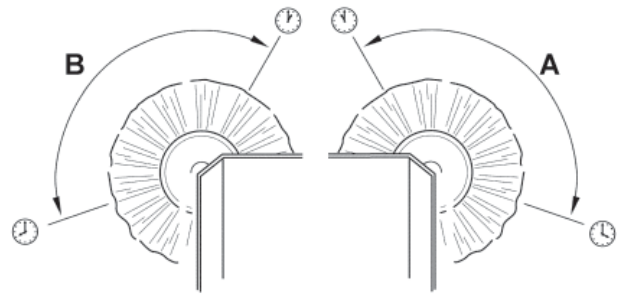
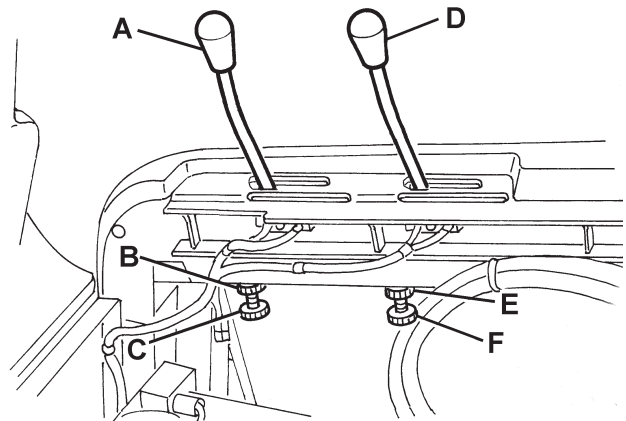

Abbildung 9
Abbildung 10
- Prüfen, ob die Seitenbesenspuren hinsichtlich Ausdehnung und Ausrichtung der Abbildung (A und B, Abb. 9) entsprechen.
2. Feststellbremse mit dem Pedal (82) und dem Hebel (75) betätigen.
3. Zündschlüssel (69) in Stellung 0 drehen.
4. Haube (23) öffnen und mit der Stützstange (55) sichern.
5. **Für den rechten Seitenbesen:** Hebel (A, Abb. 10) durch Lösen der Mutter (B) und Betätigen der Einstellvorrichtung (C) bis zum Erhalt der richtigen (A, Abb. 9) Spur verschieben. Einstellvorrichtung mit der Mutter (B, Abb. 10) sichern.
- Für den linken Seitenbesen:** Hebel (D, Abb. 10) durch Lösen der Mutter (E) und Betätigen der Einstellvorrichtung (F) bis zum Erhalt der richtigen (A, Abb. 9) Spur verschieben. Einstellvorrichtung mit der Mutter (E, Abb. 10) sichern.